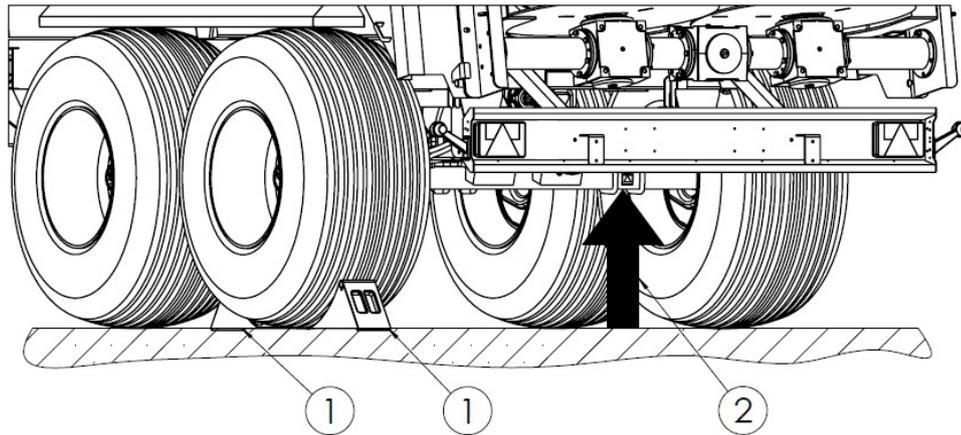

Abbildung 34. Hebepunkte für den Heber
Wenn es notwendig ist, das Rad zu demontieren, verwenden Sie die Hebepunkte (2) unter der Achse. Die Position des Hebers ist in Abbildung 34 dargestellt. Die Sicherungskeile (1) nur unter ein Rad legen.